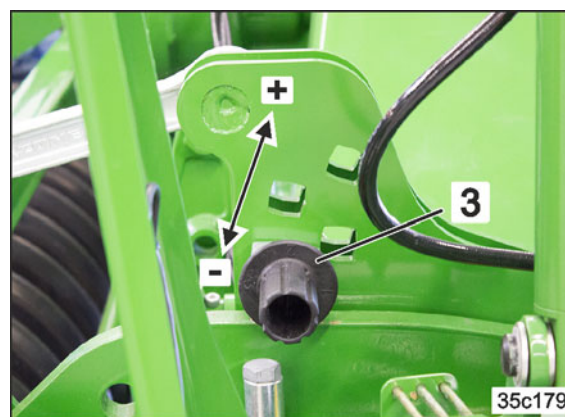

Рис. 104
3. Палец регулировки глубины в обоих наружных сегментах вставьте в одно и то же четырехгранное отверстие. Точное изменение рабочей глубины достигается путем вращения пальца регулировки глубины в четырехгранном отверстии. (Рис. 104/3)
- о чем выше регулировочный палец (Рис. 104/3+) установлен в регулировочном сегменте.